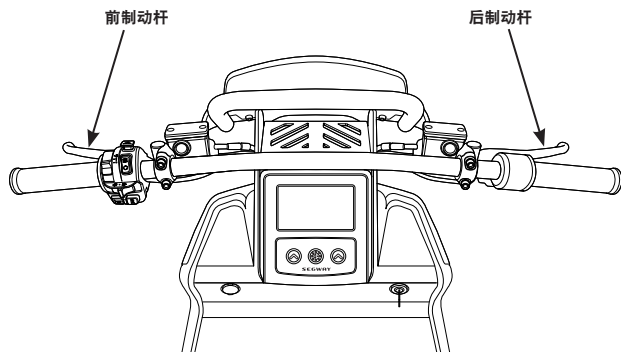

图 28：在制动时同时使用两个制动器
2. 对于要制动的情况，通过根据需要紧握杆、调整制动压力来顺畅而均匀地激活制动器（图 28）。时间较短、速度较快的停车需要更大的杆压力，时间较长、速度较低的停车需要更小的杆压力。